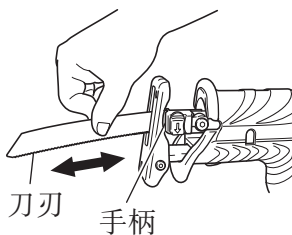

图 6
- (5) 用手试着拉刀刃背两三次，以确认刀刃已安装牢固。拉刀刃背时，若它发出咯嗒声并手柄稍位移则说明已正确安装。(图 6)